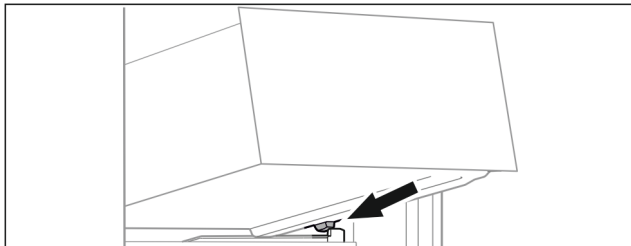

Fig. 135
- Placer le tiroir, en l'inclinant, derrière les butées sur la nervure de récipient. (voir Fig. 135)